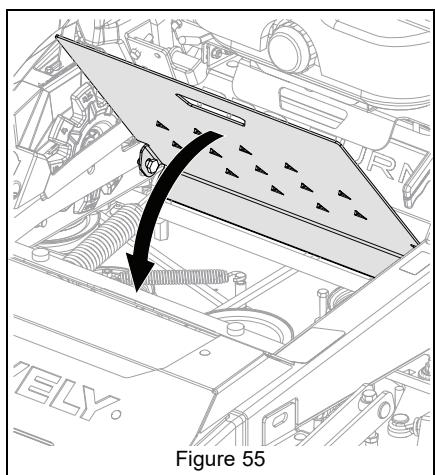

Figure 55
6. Lever le panneau d'accès pour le refermer. Voir Figure 55.